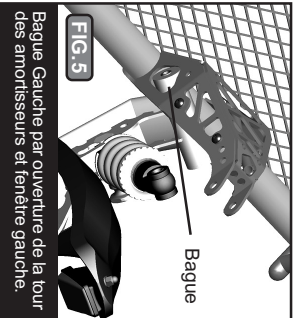

FIG.5
- Alignez le bras oscillant de telle façon que le côté gauche (celui qui est illustré par la Fig. 5).